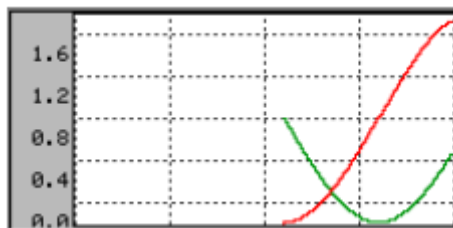
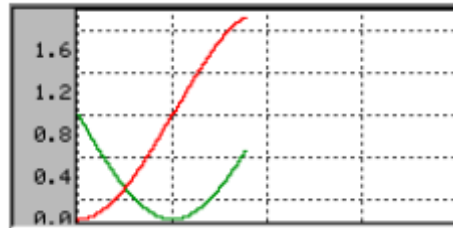

Figura 25: Prima di chiamare la funzione GRAPH_DATA_YT_SetAlign il data object è allineato a destra.
Figura 26: Dopo aver chiamato la funzione `GRAPH_DATA_YT_SetAlign` il data object è allineato a sinistra.
- Descrizione: funzione che imposta l'allineamento del data object sul data area (**Figura 25** e **Figura 26**).